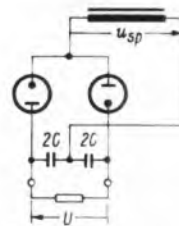

Bild 12. Spannungsverdopplung (Greinacherschaltung)
7.3 Spannungsverdopplung (Greinacherschaltung) (Bild 12)